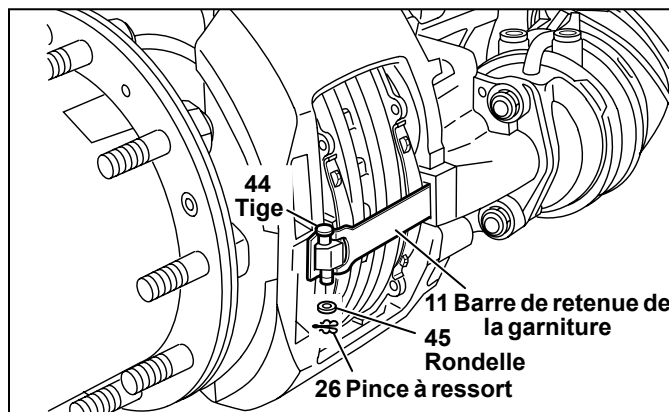

FIGURE 23 - DÉPOSE DE LA BARRE DE RETENUE
Cf. Figure 23. Tout en appuyant sur la barre de retenue de la garniture (11), déposer et conserver la bride (26), la rondelle (45) et la tige (44). Déposer la barre de retenue de la garniture (11). Bendix recommande que ces pièces soient remplacées par des pièces neuves (*Voir les trousse et les pièces disponibles, Section 5.0.*).